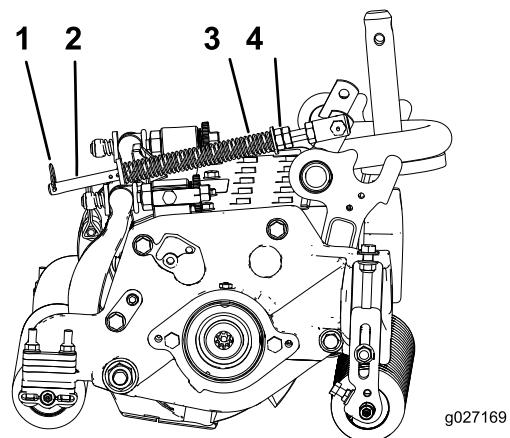

図 14
- スプリングロッドの後穴にヘアピンコッターを忘れずに取り付けてください図 14。
- スプリングロッド前部の6角ナットを締めて、スプリング圧縮状態の長さが 15.9 cm になるようにする図 14。